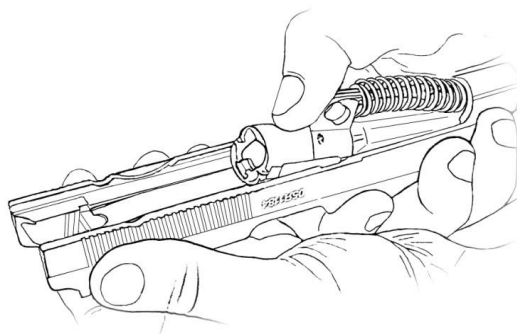

Рис. 54. Введение передней части ствола и возвратной пружины в полость затвора
3. Ввести переднюю часть ствола и переднюю часть возвратной пружины в соответствующие полости затвора, удерживая ствол за выступающую часть муфты и, сжимая возвратную пружину, ввести казенную часть ствола за венчик затвора (*рис. 54*).